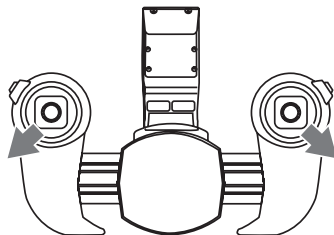

Figura 9
- Avviare i rotori posizionando entrambe le due leve di comando come illustrato nella figura 9. I rotori si avviano.
- Riportare le due leve di comando in posizione neutra. Se si desidera fermare nuovamente i rotori, tirare e tenere premute per circa due secondi entrambe le leve di comando nella posizione utilizzata per avviare i rotori (Figura 9).
- Cercare di eseguire un atterraggio il più possibile verticale ("atterraggio dell'elicottero"). Evitare atterraggi con velocità orizzontali elevate ("atterraggio aereo"). Se non è ancora stato fatto, dopo l'atterraggio spegnere i motori (vedere figura 9).